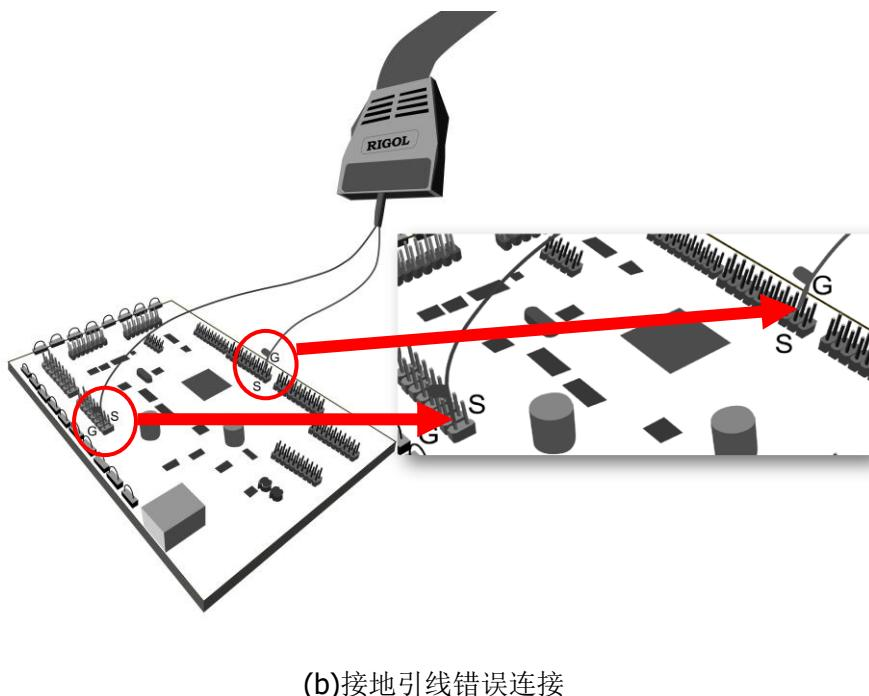

图 1-7 接地引线连接
4. 将逻辑探头输入端每路探头接地引线接至被测信号附近的地测试点，如图 1-7 (a) 所示。图 1-7 (b) 所示为接地引线错误连接，其未将接地引线连接至被测信号附近的地测试点。